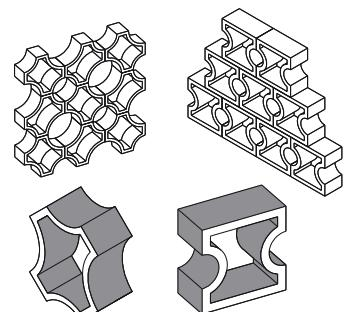

fig. 8.12
■ **Le claustra** (fig. 8.12) : cloison ajourée en bois ou en éléments préfabriqués de béton ou de terre-cuite appelés parfois **claustres**. Le claustra sert à délimiter des zones tout en laissant passer les sons et la lumière.